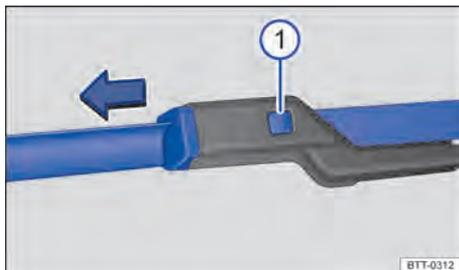

Fig. 186 Substituir as palhetas dos limpadores do para-brisa.
- Manter o botão de destravamento ⇒ Fig. 186 ⓘ pressionado e, ao mesmo tempo, puxar a palheta dos limpadores do para-brisa para fora, no sentido da seta.